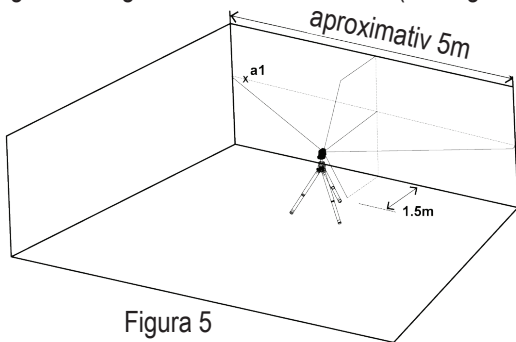

Figura 5
- 3) Marcați punctul **a1** pe perete, în mijlocul liniei verticale la marginea stângă a fascicului orizontal (vezi figura 5).